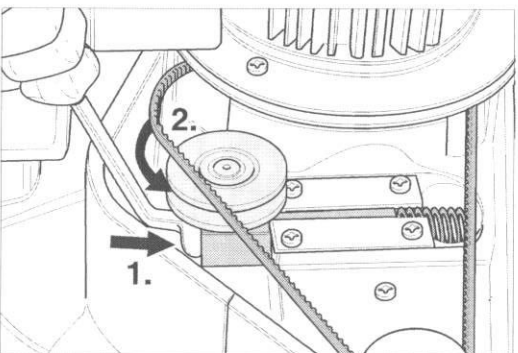

Fig. 50 Placez la clé polygonale sous le galet tendeur, repoussez le tendeur de courroie et mettez en place la courroie trapézoïdale dans la poulie de courroie.
- 4 Poussez le tendeur de courroie trapézoïdale avec la clé polygonale contre-coudée contre le ressort et placez la courroie dans la poulie de courroie du ventilateur et du tendeur de courroie. Vous pouvez libérer le tendeur de courroie lorsque la courroie trapézoïdale est en place (fig. 50).